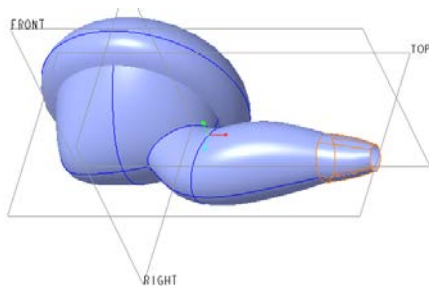

图 13-140 完成边界混合曲面 3
- 4 在“边界混合”选项卡中单击“完成”按钮 。完成该边界混合曲面后的曲面模型效果如图 13-140 所示。